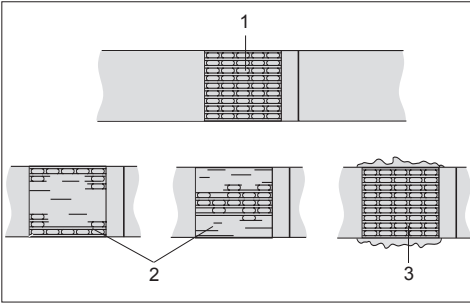

Fig. 9
- Check appearance of seal (see fig. 9) regularly. If the straps are poorly welded, **check the welding time setting (refer to chapter 5.7)**.
- Revise siempre el aspecto de la soldadura (ver fig. 9). **Si la calidad del soldado no es satisfactoria: Revise el tiempo de soldadura (ver capítulo 5.7).**
- Vérifier régulièrement l'aspect du sertissage (voir fig. 9). En cas de bandes mal soudées: **vérifier le réglage de la durée de soudure (voir chapitre 5.7).**